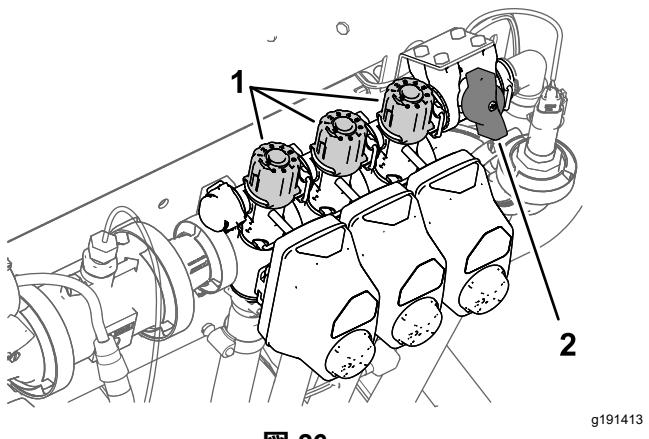

図 26
2. 左ブームをOFFにし、ブームバイパスノブ 図 26 を使って、先ほどと同じ水圧表で求めた水圧に調整する。
4. 右ブームのブームバイパスノブ 図 26 を使って、先ほどと同じ水圧表で求めた水圧に調整する。
6. 中央ブームのブームバイパスノブ 図 26 を使って、先ほどと同じ水圧表で求めた水圧に調整する。